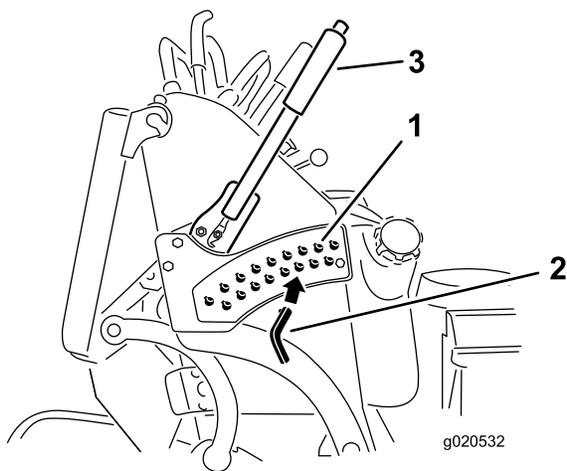

図 21
3. 刈り高ブラケットについている穴から、希望する刈り高に対応する穴を見つけ、その穴にピンを通す 図 21。
4. 上部についているボタンを押して刈り高レバーをピンまで下げる 図 21。